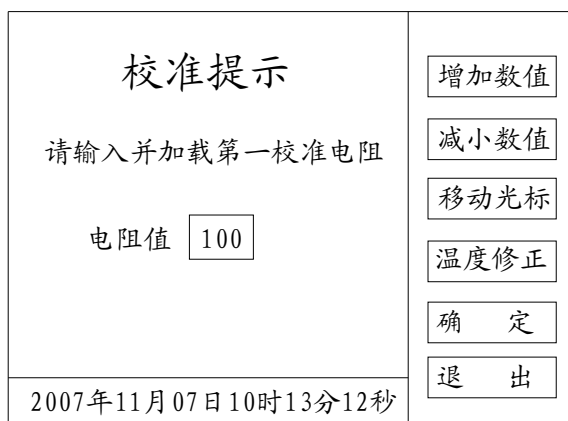
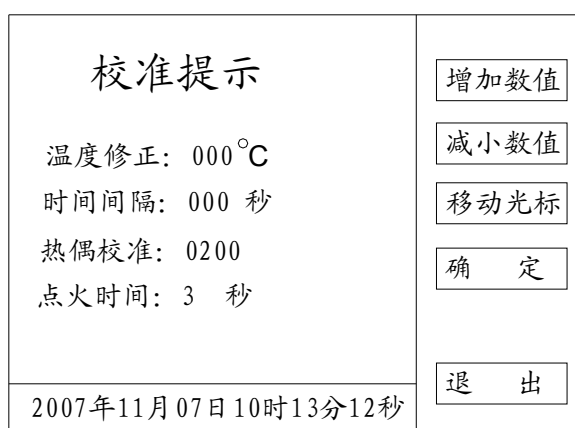

图 18
图 21
需要校准仪器温度时，在主界面按温度校准键进入图 18 界面，该界面显示密码区，在密码区下面显示当前温度值，按光标提示输入密码（出厂时设定值）进入校准界面。
2、校准方法（见图 18）
(2) 温度误差校准（见图 21）
A、当屏幕显示温度与浴内实际温度出现误差时可按此功能校准按校准功能键进入图 18 界面时，按温度修正键（切不可按确定键以免误入传感器校准功能界面，如误按确认键，按退出键返回）进入图 21 界面，将光标移至温度修正位置，修改修正值即可。用户不可随意修改，如需修改可在技术人员指导下进行。